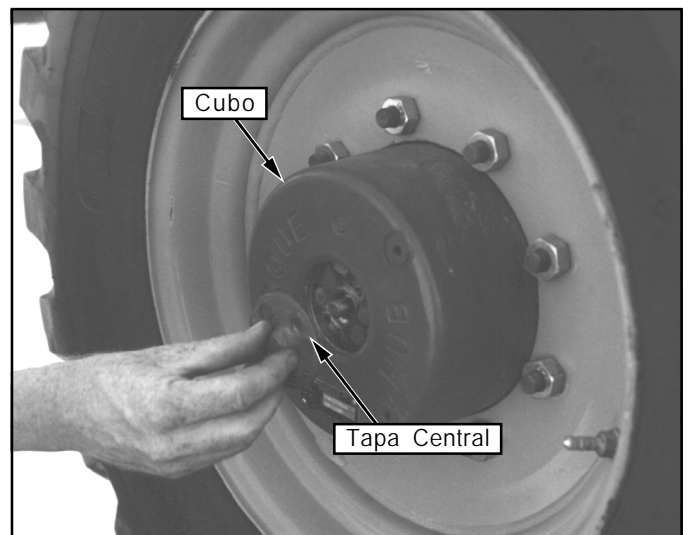

Figura 6: Cubos de desplazamiento
3. Ver figura 6 y desajustar los cuatro cubos. Quitar dos tornillos y centrar la tapa. Reinstalar la tapa central en dirección opuesta.